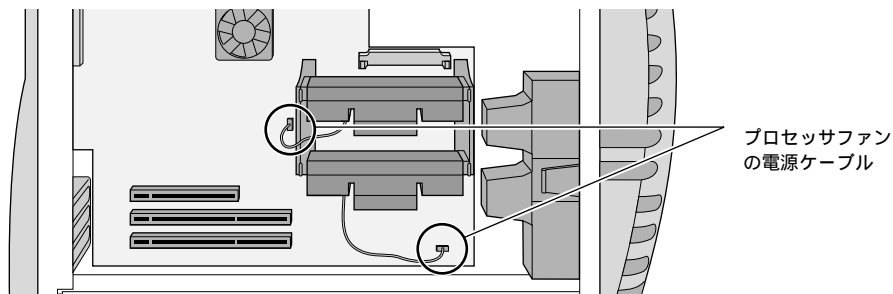

図 6-5 プロセッサファンの電源ケーブルのボードへの接続
9. プロセッサにファンが付いている場合は、ファンの電源ケーブルをボード上の正しいコネクタに接続します（図 6-5）。